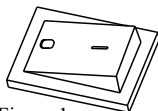

Figura 1
1. Enchufe el cable de alimentación a la toma de corriente, asegúrese de que el interruptor I/O (ON/OFF) está en la posición O (OFF). (Ver Figura 1)